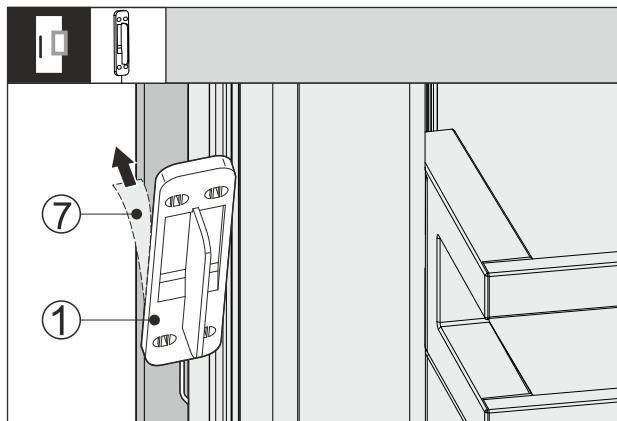

Fig. 65
- Dra bort skyddsfolien Fig. 65 (7) från knackningssensorns baksida Fig. 65 (1).